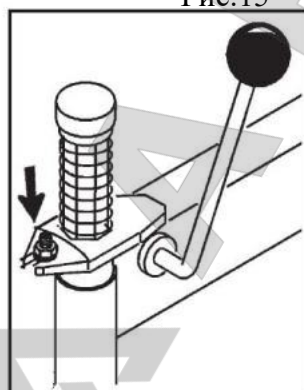

Рис.18
**Примечание:** Если штанга не заблокирована или не может быть остановлена на 2 мм выше обода, фиксирующая пластина штанги должна быть отрегулирована, как показано на рисунке. (Рис. 18)